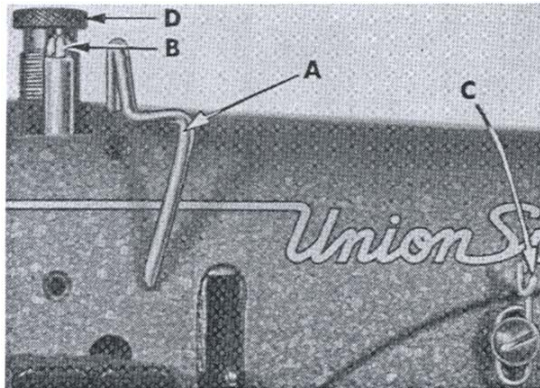

Fig. 13
Set the needle thread take-up wire (A, Fig. 13) so that its upper surface is even with the top of the hole in the needle bar thread eyelet (B) when the needle bar is at the bottom of its stroke. Lower this setting for a smaller needle thread loop or raise it for a larger loop.
Set the needle thread frame eyelet (C, Fig. 13) perpendicular to the machine base and 1/4" above the mounting screw. Lower if more needle thread is desired in the stitch or raise for less.
Stellen Sie den Der Nadelfadenabzugsbügel (A, Fig. 13) so ein, daß seine obere Fläche eben mit der Spitze des Loches der Nadelfadenführung (B) ist, wenn die Nadelstange am untersten Hub ihrer Bewegung ist. Höherstellen bringt eine größere, Tieferstellen eine kleinere Nadelfadenschleife.
Stellen Sie die Nadelfadenführung (C, Fig.13) rechtwinkeling zu der Maschine und ca. 6,3 mm über der Befestigungsschraube. Senken Sie die Führung falls mehr Nadelfaden im Stich gewünscht wird oder heben Sie diese für weniger Nadelfaden.
Regulate the presser spring regulating screw (D, Fig. 13) so that it exerts only enough pressure on the presser foot to feed the work uniformly when a slight tension is placed on the fabric. Turning it clockwise increases the pressure, counterclockwise acts the reverse.
Stellen Sie die Regulierschraube (D, Fig. 13) für den Druck der Drückfußfeder so ein, daß nur so viel Druck auf den Drückfuß kommt, wie zum gleichmäßigen Transport der Ware erforderlich ist. Die Regulierschraube befindet sich oben auf dem Kopf direkt hinter der Nadelstange. Drehen im Uhrzeigersinn verstärkt den Druck, im Gegenuhrzeigersinn bewirkt das Gegenteil.